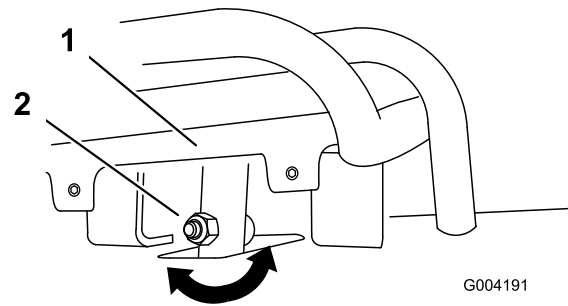
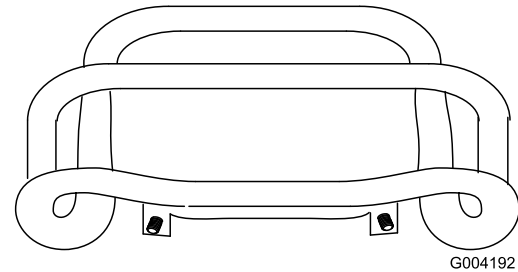

Bild 53
Bild 54
4. Wenn die Vorderseite des Fahrtriebs nicht bündig und gleichmäßig am Anschlagbügel bleibt, lösen Sie die Bundmutter und die Schraube im Schaft des Fahrtriebs (Bild 53).
5. Stellen Sie den Fahrtrieb so ein, dass er bündig am Anschlagbügel bleibt, wenn er gerade nach hinten gezogen wird (Bild 53 und Bild 54).